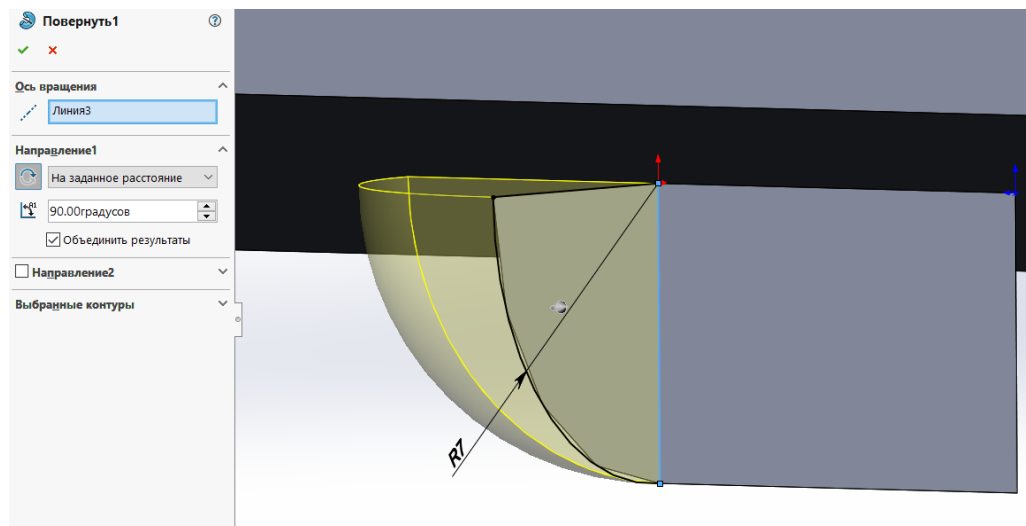

Рисунок 20 – поворот эскиза по контуру
30. В дереве модели выбрать созданный эскиз. Выбрать операцию **«Повернутая бобышка/основание»**. В качестве оси вращения выбрать подсвеченную линию (рис. 20).